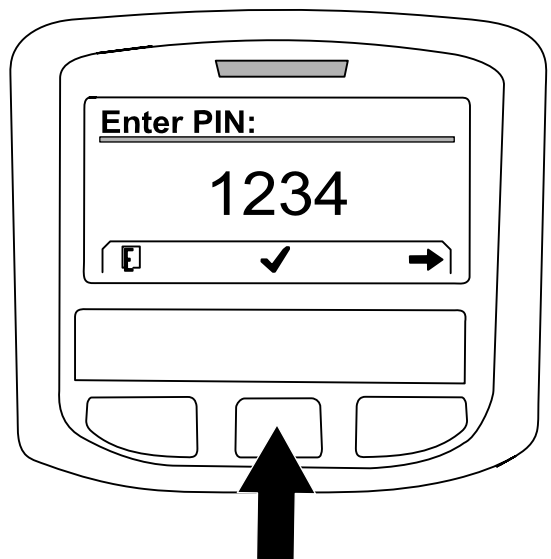
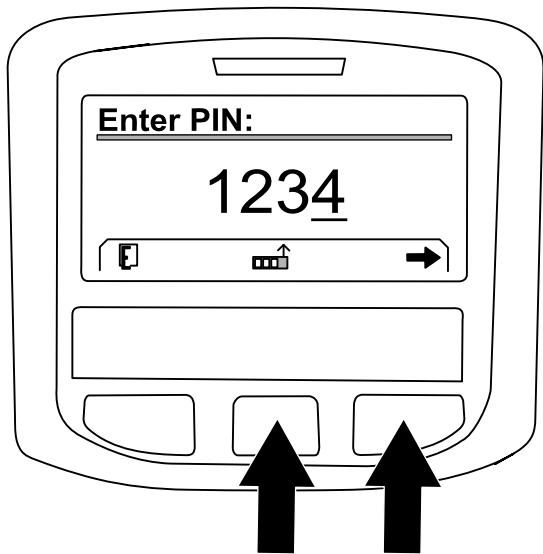

图229
图228
- A. 按“必要时按中间按钮输入左侧位置的 PIN 代码编号”图228。
- B. 按“按右按钮导航至下一 PIN 代码编号位置”图228。
D. 所有 PIN 代码编号都输入后按右按钮图228然后再按中间按钮进入 PIN 代码图229。